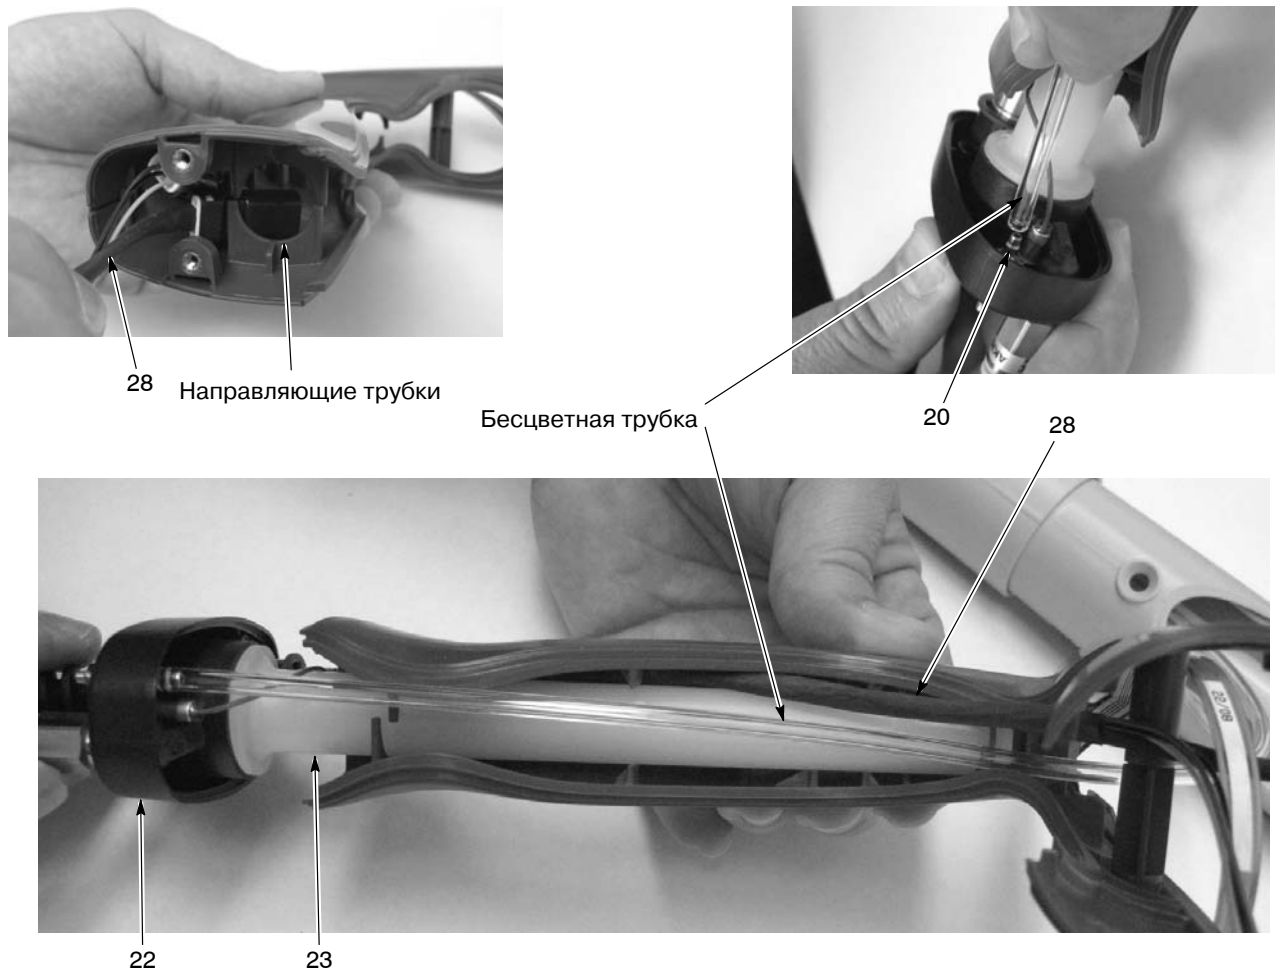

Рис. 5-11 Сборка рукоятки и основания
8. См. рис. 5-11. Заложить разъемы кабеля (28) в переднюю часть рукоятки, а затем, пропуская впускную трубку (23) через направляющие трубки в узел рукоятки, прокладывать кабель (28) в рукоятке, как показано на рисунке. Остановиться, когда основание будет находиться на расстоянии около 1,5–2 дюймов от нижней части рукоятки.
9. Подсоединить бесцветную 4-мм трубку (часть узла фильтра, поз. 4) к завершенному фитингу (20) в основании рукоятки.